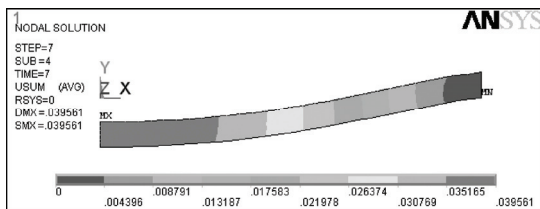

图 5-76 合位移等值线图
5) 选择 Main Menu | General Postproc | Plot Results | Contour Plot | Nodal Solu 命令, 出现 Contour Nodal Solution Data 对话框, 在 Item to be contoured 列表框中选择 Nodal Solution | DOF Solution | Displacement vector sum, 单击 OK 按钮, ANSYS 窗口将显示如图 5-76 所示的合位移等值线图。